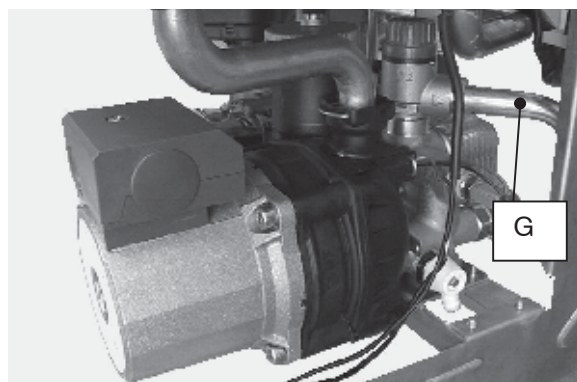

Fig. 5.4
8. Connect the pipe G (Fig. 5.4) from the pressure relief valve to the safety discharge pipework.
8. Присоедините трубку G (рис.5.4) к предохранительному клапану и системе слива.